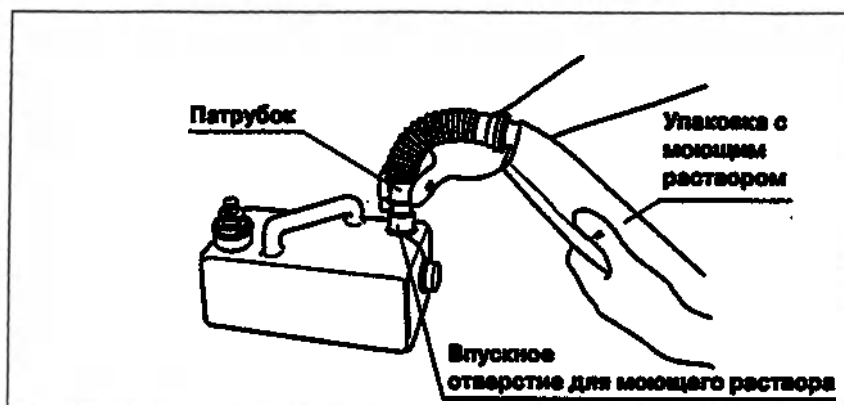

Рис. 4.60
6. Вставьте конец патрубка в горловину впускного отверстия и залейте моющий раствор. При случайном выплёскивании моющего раствора из бака, промойте водой внешнюю поверхность бака с моющим раствором, не допуская попадания воды внутрь бака, затем протрите внешнюю поверхность бака чистой тканью (см. рис. 4.60).